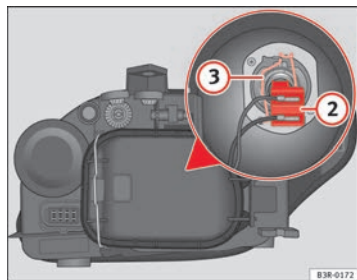

Fig. 211 Luz de cruce
- Extraiga el conector ⇒ fig. 211 ② de la lámpara tirando de él.
- Desenganche el resorte retentor ⇒ fig. 211 ③ presionándolo hacia dentro y a la derecha.